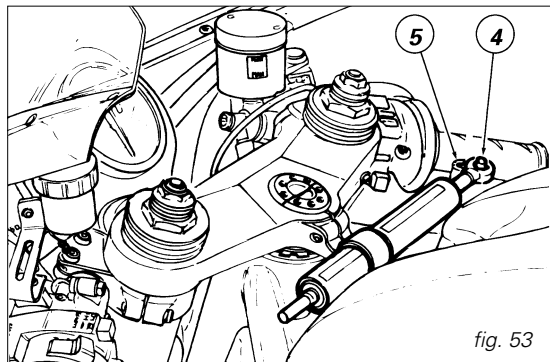

fig. 53
Después de haber modificado el ángulo de virada es necesario posicionar nuevamente en forma correcta el amortiguador. Destornillar el tornillo (4, fig. 53), mover la articulación de la varilla del amortiguador en correspondencia del agujero (5) del bastidor. Bloquear el tornillo (4) anteriormente desmontado aplicando un compuesto para roscas de tipo mediano.